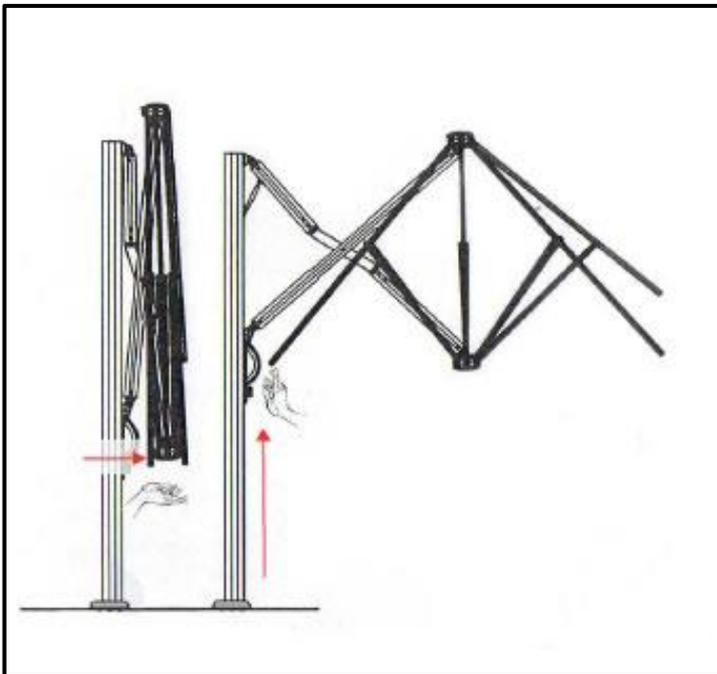

図.11
- ① パラソル本体の下部を右手で持ち、支柱の反対側へ押し出すようにします。（図.11）
- ② 半分ほど開いたら、スライドハンドルに持ち替えてハンドルを支柱上部に持ち上げます。